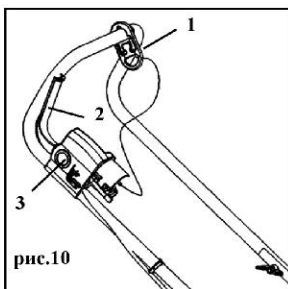

рис.10
6.1.3 Зафиксируйте шнур питания в держателе **1** (рис.10)
6.2.3 Нажмите на кнопку блокировки **3** (рис.10) и не отпускайте её.
6.2.4 Прижмите предохранительную ручку **2** (рис.10) Удерживая её в этом положении, отпустите кнопку блокировки. Убедитесь, что двигатель заработал, соответственно режущий механизм должен вращаться.
6.2.5 Остановка двигателя. Отпустите предохранительную ручку **2** (рис.10). Двигатель и режущий механизм остановятся через некоторое время.
6.4.1 Отпустите предохранительную ручку **2** (рис.10) и подождите пока двигатель остановится. Приподнимите крышку травосборника и снимите травосборник. Очистите травосборник.